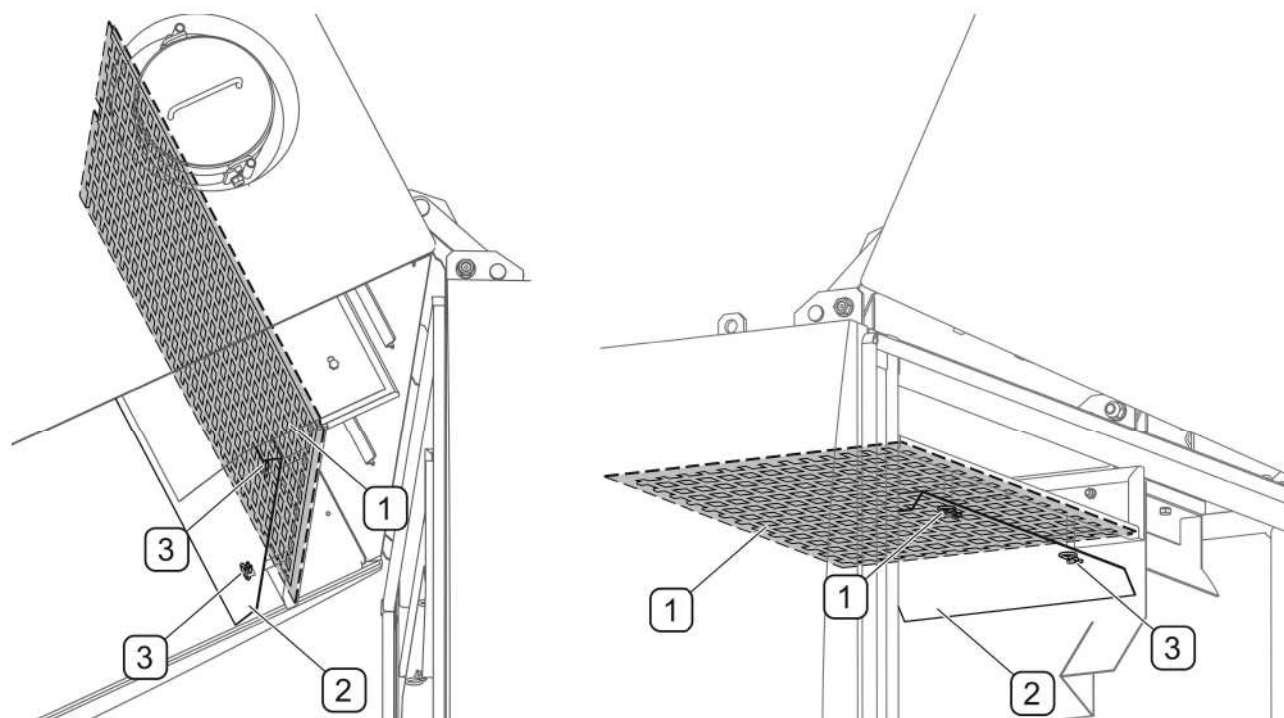

РИСУНОК 5.33А Решетки в бункере для мусора
Регулярно проверяйте чистоту сит в бункере для мусора (РИСУНОК 5.33А). Для доступа к ситам необходимо открыть бункер. Заблокировать бункер в открытом положении (РИСУНОК 5.5А). Чтобы облегчить доступ к ситам (РИСУНОК 5.33А), рекомендуем вынуть страховочные шплинты (3) и снять щитки (2). Очистить сита струей воды под давлением. После очистки установить щитки (2) на место и зафиксировать шплинтами (3). Необходимо обращать внимание на то, чтобы устанавливая щитки прогибом вниз. Рекомендуется очищать уплотнение бункера каждый раз после его опорожнения от мусора. Прежде чем закрыть бункер, не забудьте снять установленные ранее блокировки (РИСУНОК 5.5А).